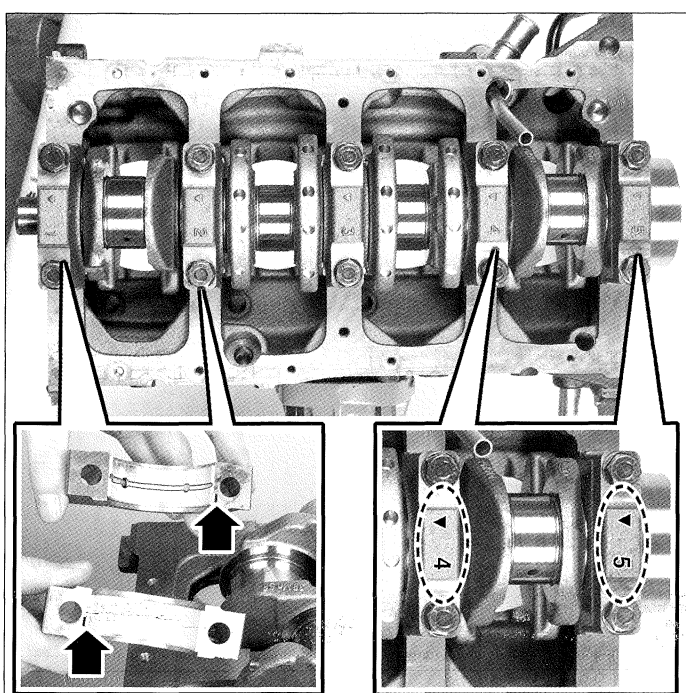

FIG. 45
- Montar los cojinetes lisos en las tapas n°2 a 5 y el cojinete ranurado en la tapa n°1 (**fig. 45**).
- Montar las tapas de bancada (n°1 y flecha lado distribución). La pestaña debe estar colocada en la muesca prevista en la tapa (**fig. 45**).